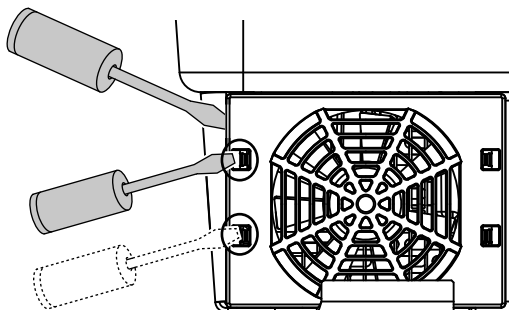

Fig. 74 : déclipsage des pattes de fixation
3. À l'aide d'un deuxième tournevis, appuyez sur les pattes de fixation au centre du ventilateur. Retirez doucement le ventilateur. ☑ Fig. 74